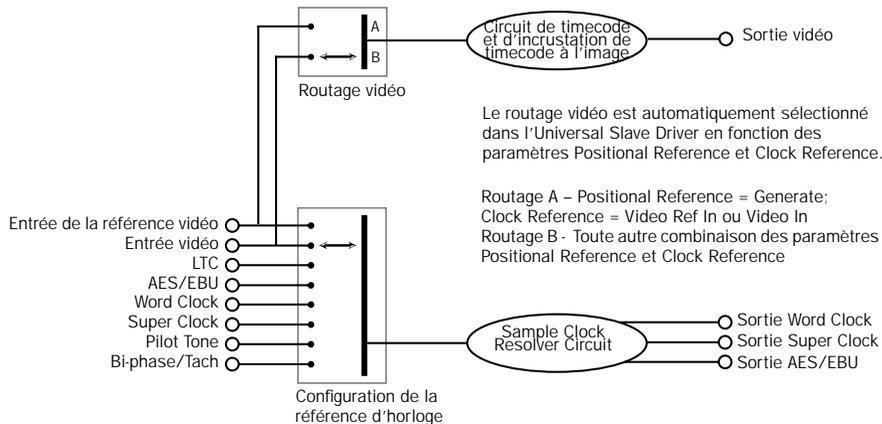

Figure 3. Diagramme du flux des entrées vidéo, périphérique d'E/S SYNC
Contrairement à la sélection de l'entrée vidéo utilisée comme référence d'horloge, la sélection de l'entrée pour les fonctions du VITC et du générateur de caractère obéit à une règle très simple. Cette règle est expliquée dans les sections suivantes et dans la figure 3, page 62.
**Video Ref** Si la référence d'horloge est réglée sur l'une des deux entrées vidéo *et* que la référence de position est Generate, les fonctions VITC et du générateur de caractères s'appliquent au signal vidéo acheminé au connecteur d'entrée Video Ref. Vous ne devez pas, par conséquent, reconnecter les câbles vidéo lorsque vous souhaitez enregistrer une bande vidéo en utilisant votre signal de noir codé (black burst) ou votre mire de barres de référence, tout en générant le timecode interne utilisé pour le VITC (ou le LTC ou la fenêtre d'incrustation de timecode à l'image). Dans la figure 3, page 62, ce scénario est identique à « Route A ».
**Entrée Vidéo** Pour toutes les autres combinaisons de référence d'horloge et de référence de position, les fonctions du VITC et du générateur de caractère sont appliquées au signal vidéo acheminé jusqu'au connecteur In du port Video. L'E/S SYNC peut donc lire le VITC de la bande vidéo ou ajouter le VITC avec ou sans génération de caractère (incrustation à l'image) lors du « dubbing » vers un second magnétoscope. Dans la figure 3, page 62, ce scénario est identique à « Route B ».
Pour comprendre l'existence de ces règles, examinons le fonctionnement des circuits à l'intérieur de l'E/S SYNC (voir Figure 3) :
L'horloge de référence (intitulée Sample Clock Resolver Circuit dans la figure 3, page 62) peut être choisie à tout moment. Vous pouvez choisir le signal d'entrée qui sera utilisé pour générer le signal de l'horloge numérique.